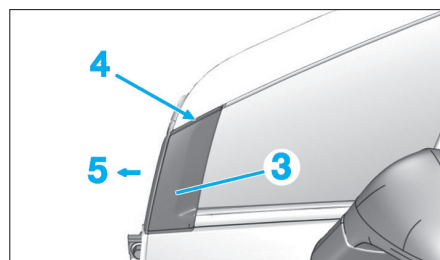

Fig. 109
- Dégrafer l'enjoliveur (3) en (4) (Fig.109).
- Extraire l'enjoliveur (3) dans la direction (5).